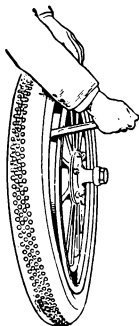

Fig. 10.
**5. Levare il pneumatico.** — Girare fuori del parafrangente la parte di pneumatico uscita dal cerchio. Introdurre la estremità piatta della leva a tacca, per didietro sotto il tallone interno, nel mezzo della porzione smontata del tallone esterno, e spingerla abbastanza perchè passi sotto alla camera d'aria; e che la sua punta venga ad appoggiarsi sul bordo esteriore del cerchio (fig. 10).
In seguito, passare la leva a tacca sotto i talloni della parte della vettura, come alla fig. 10, per far sortire completamente la copertura dal cerchio. Quando manca il posto per introdurre la leva dal di dentro, eseguire come si è detto al capitolo Bullone-Valvola (vedi fig. 13).